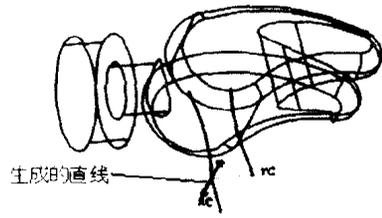

图 1-22 绘制直线
(4) 利用 Basic Curves→Line 生成直线, 如图 1-22 所示。其中起点坐标为  $(-10, 0, 0)$ , 终点坐标为  $(10, 0, 0)$ 。